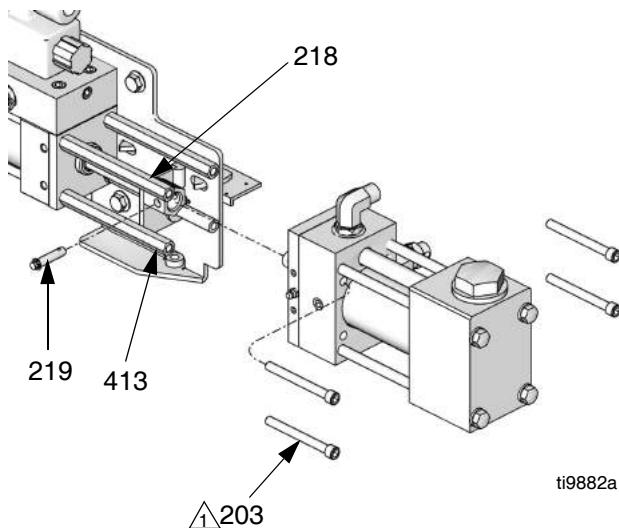

FIG. 2. Pompe de dosage - côté B
7. Consultez la FIG. 2. Débranchez les conduites d'entrée et de sortie de pompe côté B (résine). Retirez la broche (219) de la manille d'assemblage (218) pour débrancher la pompe du cylindre hydraulique (201). Retirez les quatre vis (203) maintenant la pompe aux entretoises (413) du cylindre. Mettez l'ensemble de pompe sur un établi.